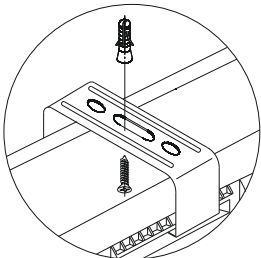

Рисунок 3
3.2.5 Монтаж светильника на рабочую поверхность производить при помощи монтажных скоб и крепежа, входящих в комплект поставки (рисунок 3):